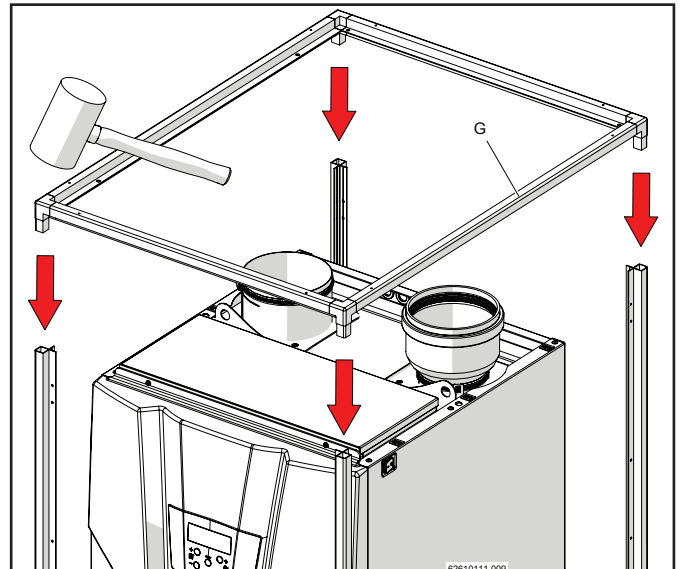

Figure 15-11
- 6.- Insérer le cadre supérieur "G" de la couverture extérieure avec un marteau caoutchouté (figure 15-11).